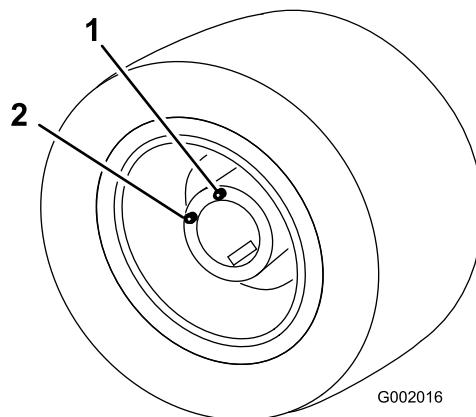

Figure 50
5. Conduisez lentement le véhicule jusqu'à ce que la roue soit positionnée pour le remplissage, comme illustré à la Figure 50.